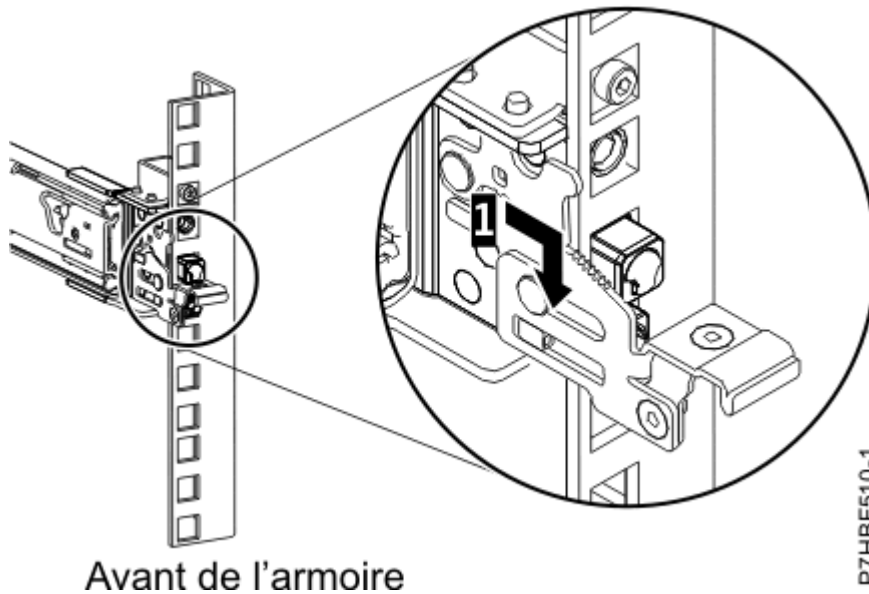

Figure 5 : Broches installées sur la glissière avant de l'armoire
6. Tirez la glissière vers l'avant et insérez les trois broches à l'avant de la glissière dans les trous précédemment marqués de l'unité EIA sélectionnée. Abaissez la glissière **(1)** pour engager le crochet sur la broche du milieu. Pour plus de détails, voir Figure 5, à la page 6.